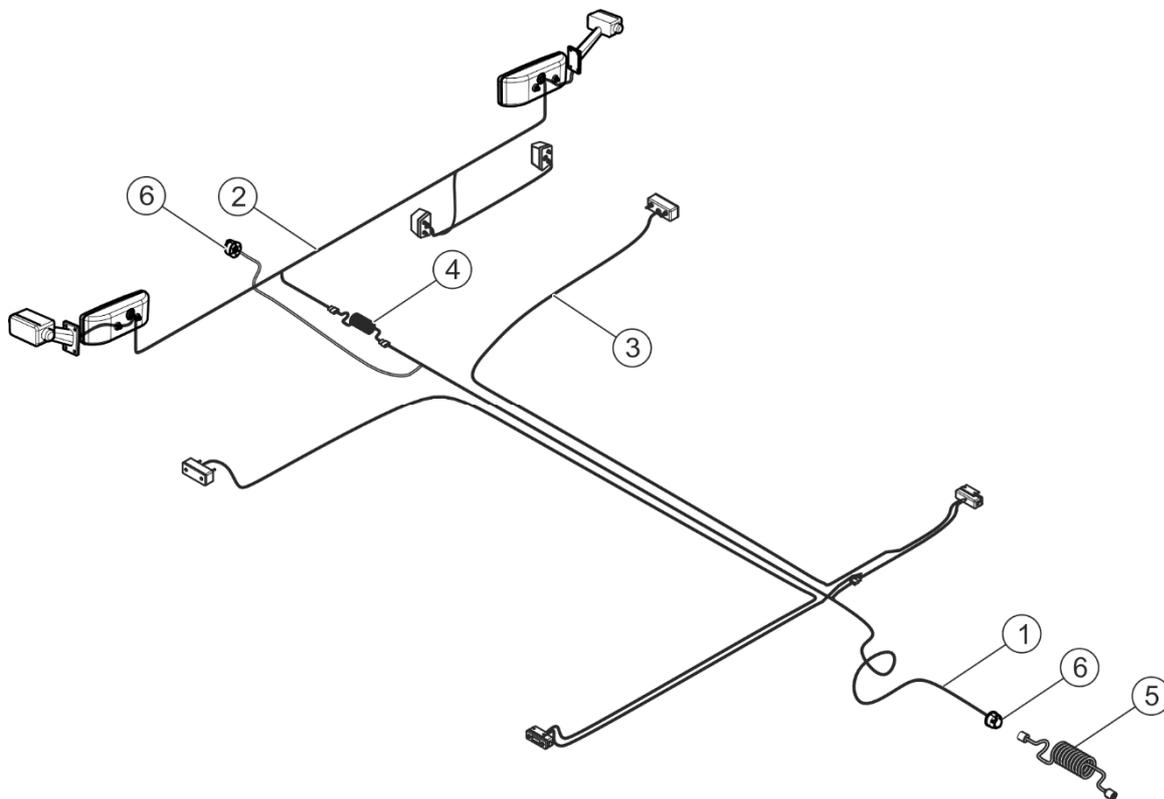

Abb. 3.12 Aufbau der Beleuchtungsinstallation
(1), (2) Rückleuchte links/rechts, (3), (4) Standleuchte vorne/hinten und seitlich links/rechts, (5) Kennzeichenbeleuchtung, (6) Kennzeichnungstafel für bauartbedingt langsam fahrende Fahrzeuge, (7) vordere Umriss- und seitliche Positionsleuchte links/rechts, (8) seitliche Positionsleuchte, (9) 7-polige Steckdose, (10) Rückstrahler vorne
Die elektrische Installation des Anhängers ist an Versorgung durch eine Gleichstromquelle 12 V angepasst. Für einen ordnungsgemäßen Betrieb des Anhängers muss der Schlepper mit einer 7-poligen Steckdose (Abbildung 3.12-6) und einer 3-poligen Steckdose (Abbildung 3.13-4) ausgerüstet sein. Der Anschluss der Elektroinstallation der Anhängerbeleuchtung (Abbildung 3.12) an den Schlepper muss mithilfe des Anschlusskabels (5) mit dem 7-poligen Stecker erfolgen.